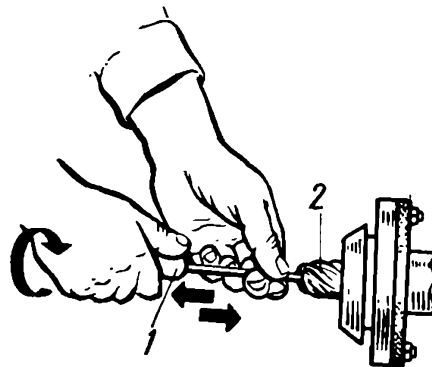

Рис. 1
1.3. Протереть коническое отверстие шпинделя (рис. 1). Взять в правую руку крючок-очиститель 1, накрутить на него чистую ветошь 2 и вставить крючок-очиститель в коническое отверстие шпинделя. Протирать отверстие ветошью следует плавными круговыми и возвратно-поступательными движениями, как показано на рис. 1, поддерживая и направляя крючок-очиститель левой рукой.